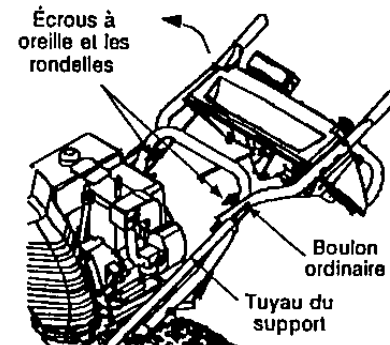

FIGURE 3
- Relevez le guidon supérieur jusqu'à ce qu'il s'emboîte sur le guidon inférieur. Voir la figure 3.
- Attachez les guidons supérieur, inférieur et support avec les deux écrous à oreilles en plastique, les rondelles creuses et les boulons ordinaires enlevés précédemment. Voir la figure 3.